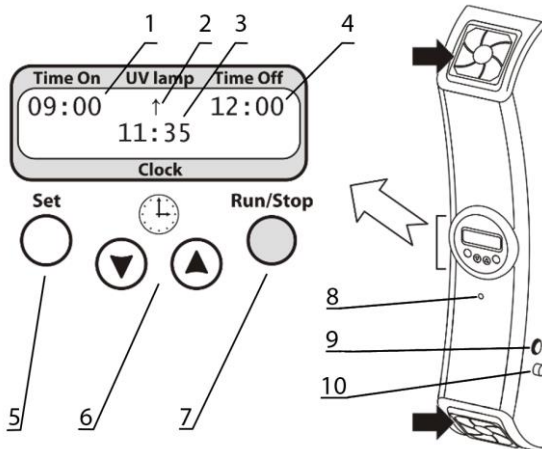

Рисунок 5. Внешний вид и рабочая панель UVR-Mi
5.2.1. Подключите сетевой кабель к сетевой розетке с заземлением. Включите прибор переключателем питания (рис. 5/9) на боковой стороне прибора.
- Время начала рециркуляции воздуха в автоматическом режиме - Time On (рис. 5/1);
- Время окончания рециркуляции воздуха в автоматическом режиме - Time Off (рис. 5/4);
- Индикатор работы УФ рециркулятора – UV lamp (рис. 5/8);
- Часы с текущим временем – Clock (рис. 5/3).
5.2.3. **Установка параметров.** Удерживайте кнопку **Set** (рис. 5/5) нажатой дольше 6 секунд для перехода в режим установки параметров.
5.2.3.1 Меняйте значение мигающего параметрами кнопками **▼** и **▲** (рис. 5/6). Если кнопка зажата дольше 2 секунд, значения меняются быстрее.
5.2.4.1 **Ручной режим.** Нажмите кнопку **Run/Stop** (рис. 5/7) для запуска или остановки рециркулятора. При работе рециркулятора на дисплее высвечивается символ “↑” (рис. 5/2).
5.2.4.2 **Автоматический режим.** Задайте время начала (**Time On**, рис. 5/1) и окончания (**Time Off**, рис. 5/4) рециркуляции, как описано в **5.2.3**. Прибор сохраняет установки и после выключения из сети. В заданное время, включенный прибор запускает рециркулятор, если только он не был включён раньше. По достижении установленного времени, прибор останавливает рециркулятор.
5.2.7. **Конец срока службы или неисправность ламп.** После 9000 часов работы УФ ламп или в случае их неисправности, прибор останавливает работу и не возобновляет, пока не будут заменены УФ лампы. На дисплее отображается надпись “END OF UV LAMP LIFETIME” или “ERROR UV LAMP FAILURE”, соответственно. Дополнительно, проверьте индикатор исправной работы УФ ламп (рис. 5/8). Для замены УФ ламп, смотрите **8.6**.